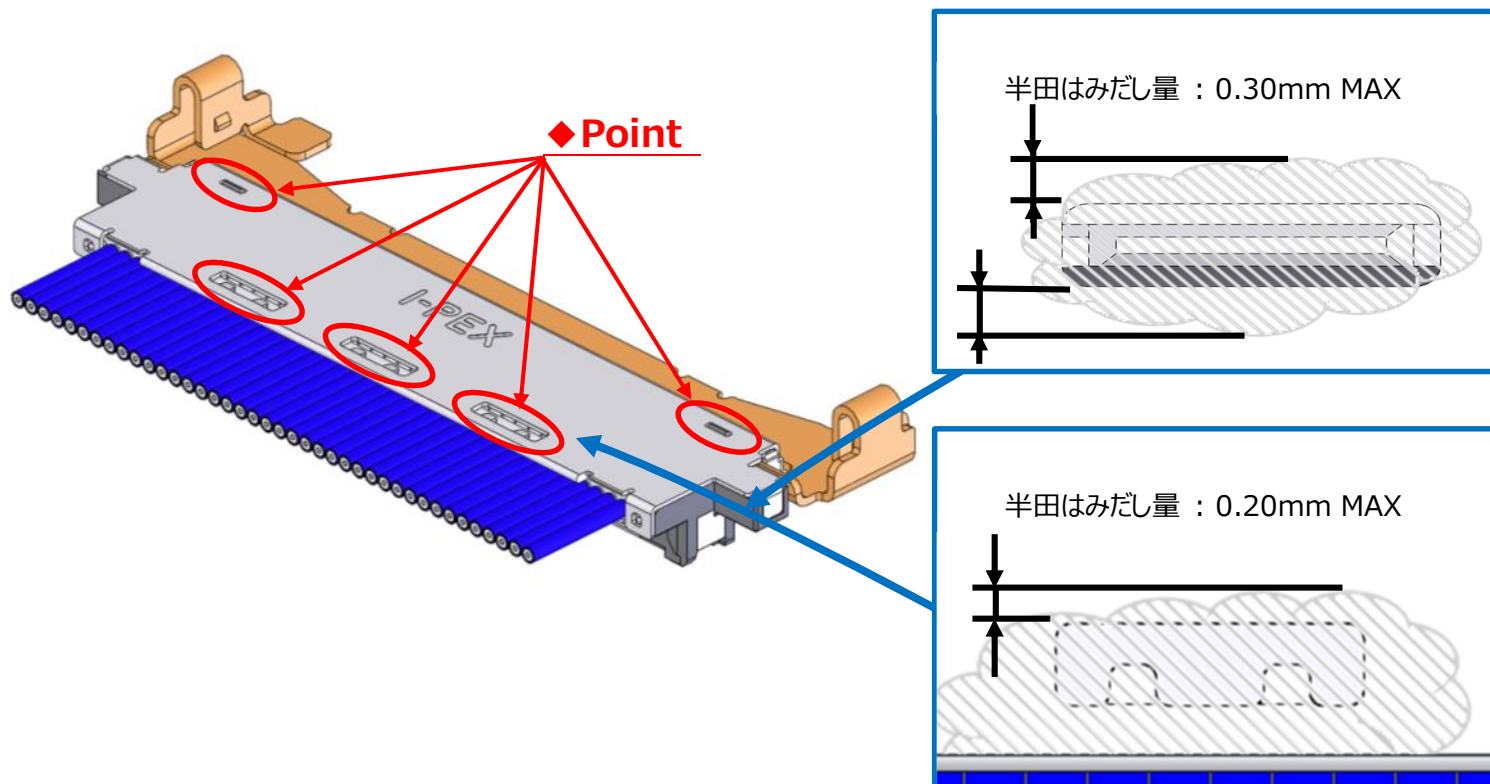

図.7 Shell-Aと Ground Bar を半田付け
- ③ Shell-A,B と ground bar を半田コテにて半田付けすることを推奨する。(図.7,8◆部)